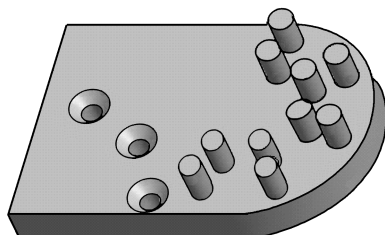

图 8-42 完成阵列
- (20) 在图形区按钮鼠标中键，完成阵列特征，如图8-42所示。